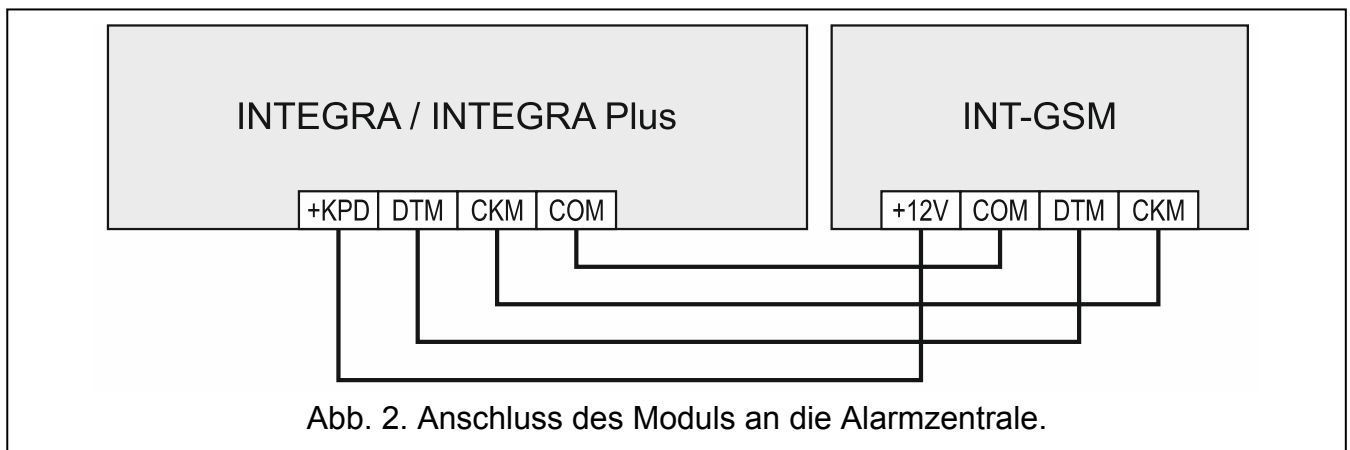

Abb. 2. Anschluss des Moduls an die Alarmzentrale.
1. Verbinden Sie die Klemmen +12V, COM, DTM und CKM des Moduls mit den Klemmen der Alarmzentrale (Abb. 2). Zur Verbindung der Klemmen +12V und COM verwenden Sie flexible Kabel mit dem Querschnitt 0,5-0,75 mm² oder starre Leiter mit dem Querschnitt 1-2,5 mm². Wenn Sie zur Verbindung der Klemmen DTM und CKM ein verdrehtes Kabel verwenden, beachten Sie, dass die Signale CKM (Uhr) und DTM (Daten) nicht in einem Paar verdrehter Leitern geführt werden dürfen. Die Leitungen müssen in einem Kabel geführt werden.